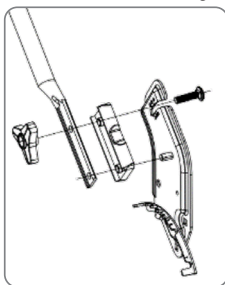

Fig. 1
1. Retire la parte inferior del manillar. Inserte la placa aislante en las ranuras izquierda y derecha del manillar. Alinee todas las piezas y fíjelas con dos pernos de cuello cuadrado M8×35, luego apriete con los botones de bloqueo triangulares (Fig. 1). (Nota: para el modelo de empuje manual, sustituya los pernos M8×35 por pernos M8×26. No utilice la placa aislante).